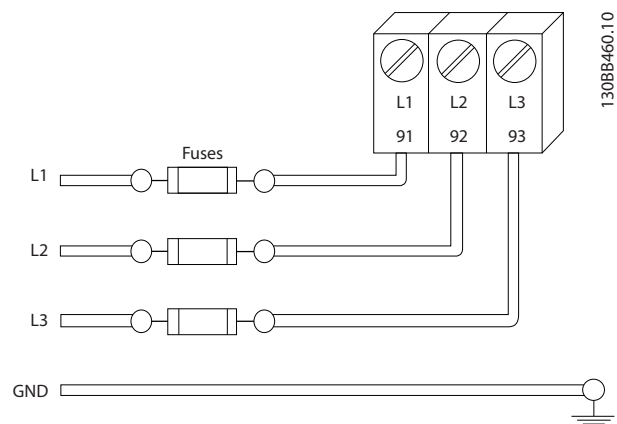

Рисунок 2.6 Предохранители преобразователя частоты
- Все преобразователи частоты должны быть оборудованы системой защиты от короткого замыкания и перегрузки по току. Для реализации такой защиты следует использовать входные предохранители, см. Рисунок 2.6. Если они не устанавливаются производителем, их должен установить специалист во время монтажа. Максимальные номиналы предохранителей см. в 10.3 Спецификации предохранителей.